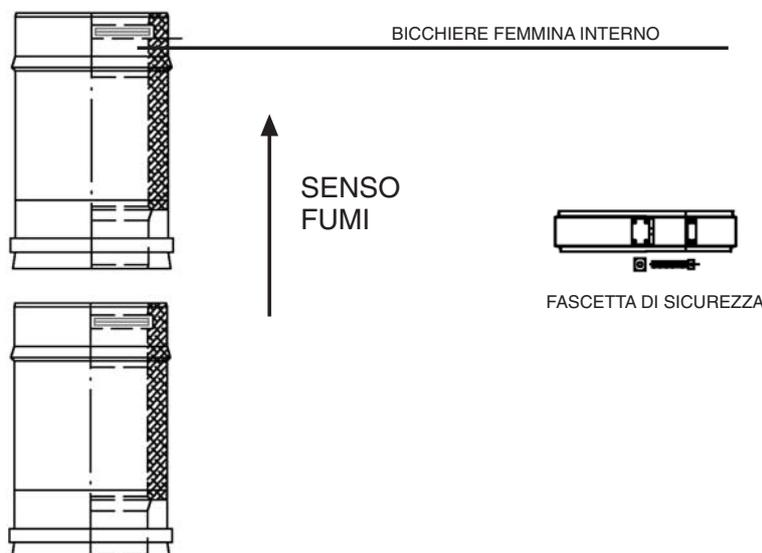

FIG. 1
I sistemi DW25, SDW50, DWC25 e SDWC50, ADW10, EADW10 sono realizzati con giunti a bicchiere di tipo maschio/femmina su nervature autocentranti ed antischiacciamento come schematizzato in fig. 1. Il posizionamento della guarnizione silconica nell'apposito alloggiamento, situato all'interno del bicchiere femmina, garantisce la tenuta ai gas, mentre il giunto rovescio esterno impedisce, evitando la penetrazione all'acqua piovana, il danneggiamento della coibentazione interna.
- Installare gli elementi seguendo il senso dei fumi indicato sull'elemento con un'apposita freccia, ovvero con il bicchiere interno femmina rivolto verso l'alto (v. ds. fig. 1).